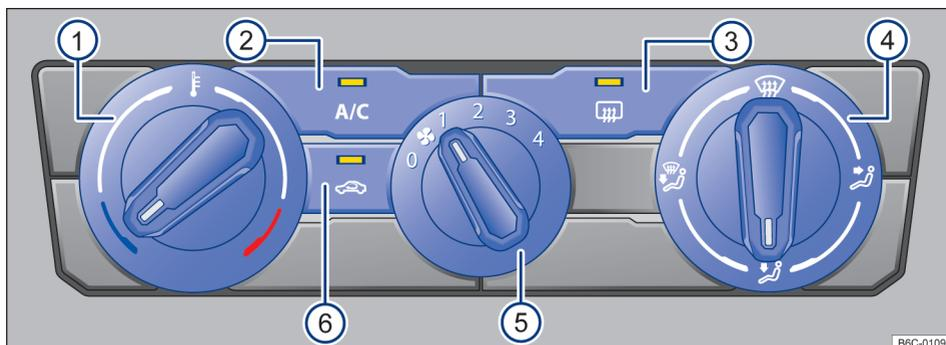

Fig. 84 Comandos do ar-condicionado.
- *Ar-condicionado*: girar o regulador do ventilador para o nível 0 → Fig. 84 .
- *Ar-condicionado*: girar o regulador rotativo esquerdo → Fig. 84 .
- *Ar-condicionado*: girar o regulador do ventilador → Fig. 84 (5).
- *Ar-condicionado*: girar o regulador da direita → Fig. 84 (4) para posição desejada.
- *Ar-condicionado*: girar o regulador direito para a posição  → Fig. 84 (4).